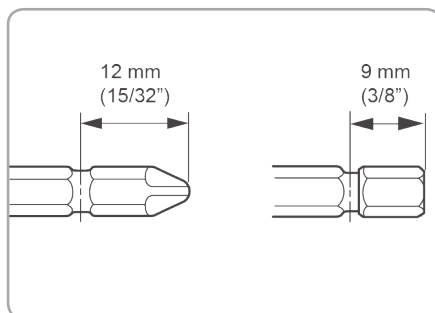

Fig.4
- Pentru unelte cu cap de acționare cu orificiu adânc: A = 12 mm B = 9 mm Fig. 4
- Utilizați numai capete de acționare/capete de înșurubat hexagonale cu porțiunea de prindere indicată în Fig 4. Nu utilizați alte capete de acționare/capete de înșurubat hexagonale.